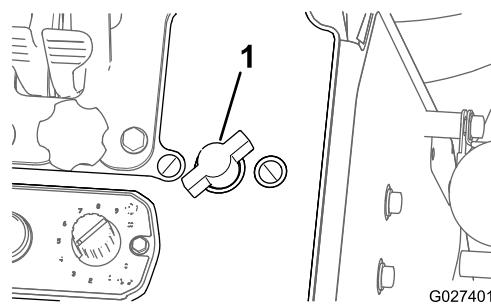

Figura 49
- Para aumentar la presión a la lanza, gire el control de presión de la lanza en sentido antihorario (Figura 49).
- Para disminuir la presión, gire el control de presión de la lanza en sentido horario (Figura 49).
- Para cortar la presión a la lanza, gire el control de presión de la lanza en sentido horario hasta que la válvula del control esté cerrada (Figura 49).
6. Gire el control de presión de la lanza en sentido horario a la posición de APAGADO (Figura 49).